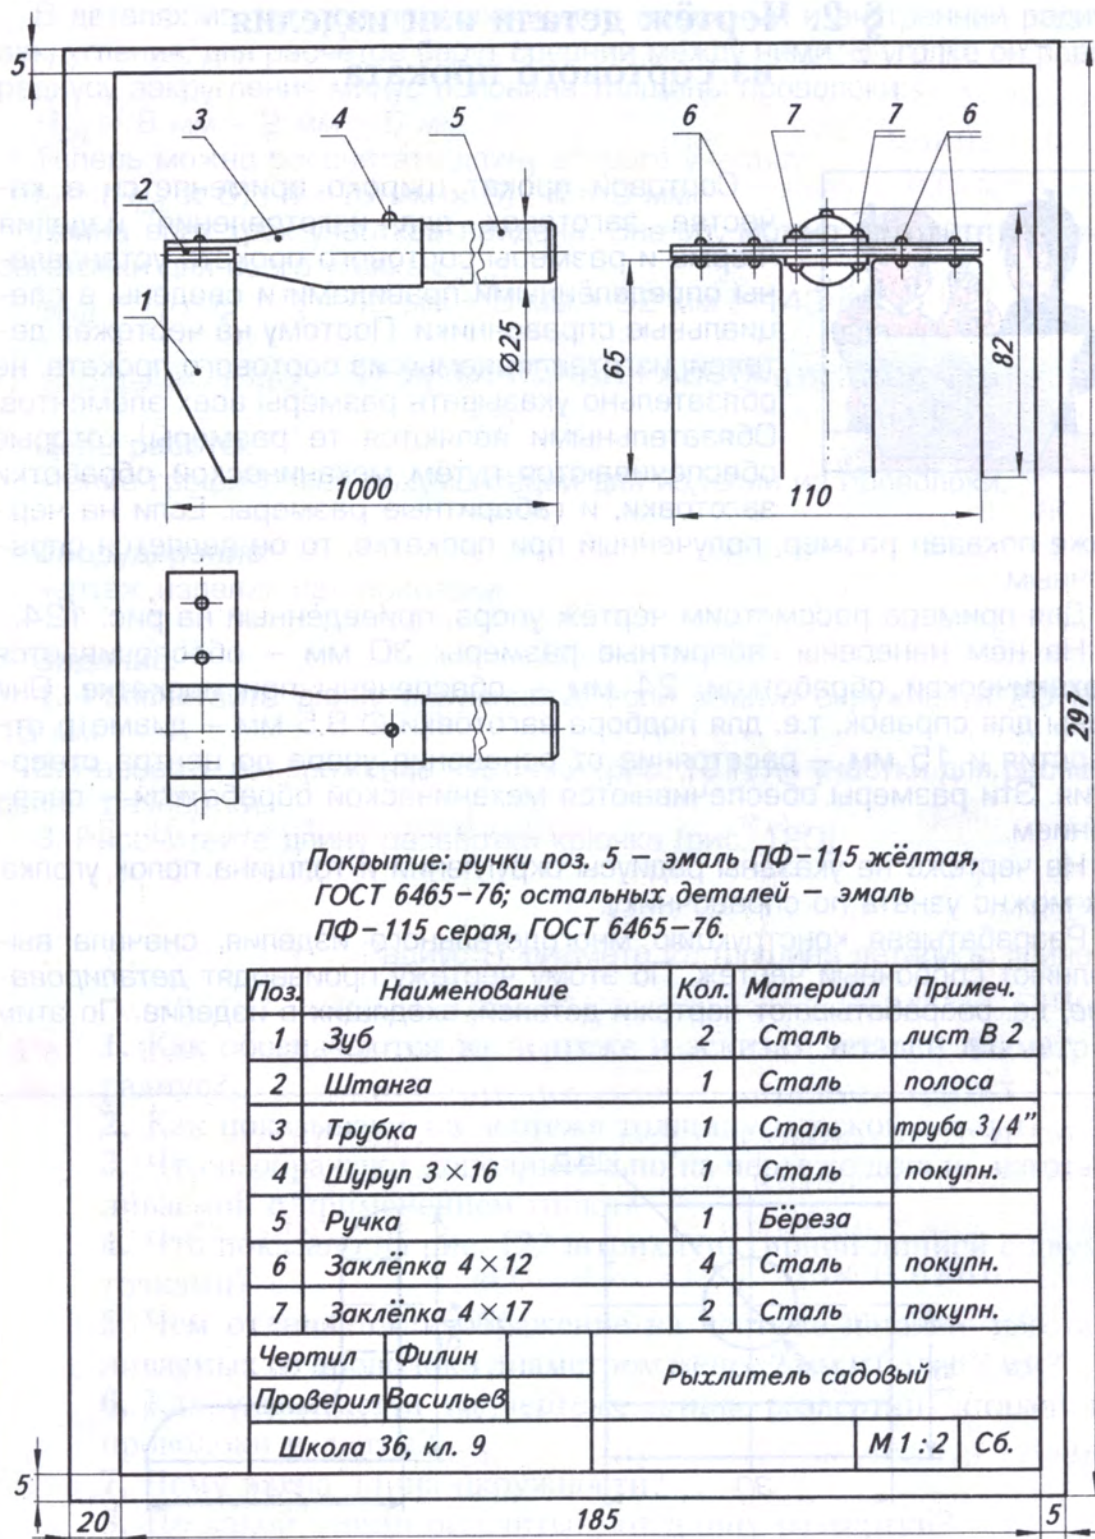

Рис. 125. Чертеж рыхлителя садового
Пример сборочного чертежа изделия из металла (рыхлитель садовый) дан на рис. 125.
1. По сборочному чертежу рыхлителя садового (рис. 125) определите форму, размеры и материал детали: поз. 2, поз. 3, поз. 5.
2. Прочитайте чертежи на рис. 125 и 126.
3. Сделайте чертежи деталей поз. 2 и поз. 3 (рис. 125).